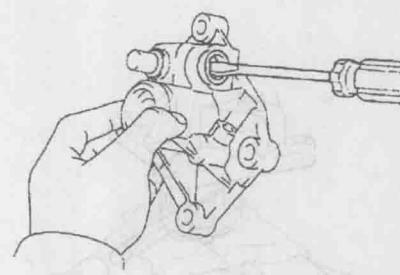

图 1-34 取出换档盖另一油封
34) 用同样的方法取出换档盖上的另一个油封，如图 1-34 所示。